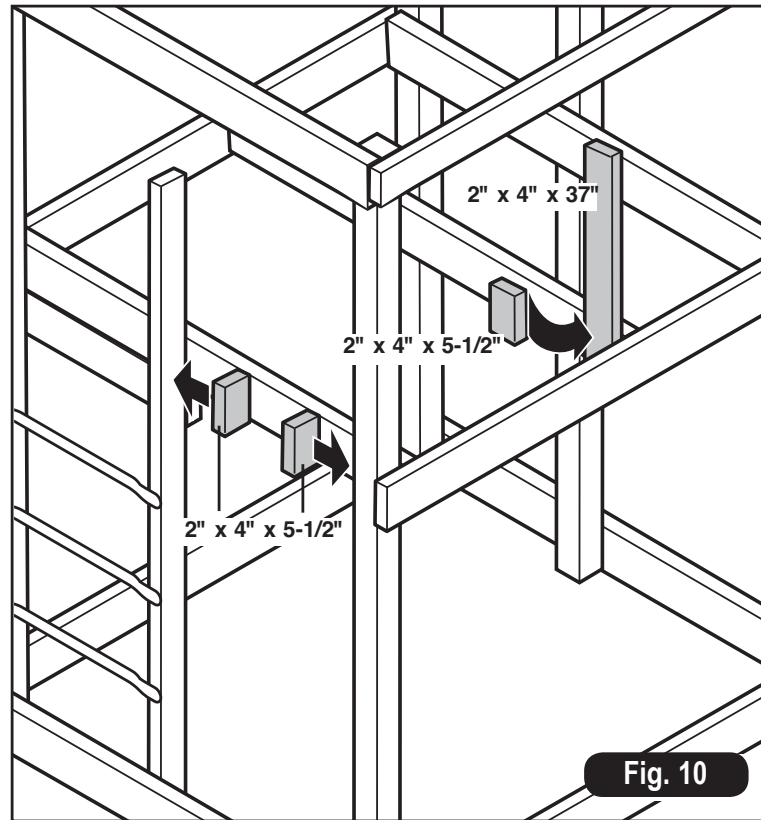

Fig. 10
1. Position two 2" x 4" x 5-1/2" blocks against the side of the 2" x 4" x 78" ladder support and the 4" x 4" frame post as indicated in Fig. 10. Attach the 2" x 4" x 5-1/2" block to the support and post using four 2-1/2" screws. **NOTE:** The tops of the 2" x 4" x 5-1/2" boards should be flush with the top of the corresponding 2" x 6" x 57" deck support.
2. Position the 2" x 4" x 37" board to the frame as indicated in Fig. 10. The bottom of the 2" x 4" x 37" should be flush with the bottom of the corresponding deck supports. Attach by driving two 2-1/2" screws through the 2" x 4" x 37" rail support into the inside 2" x 6" x 57" deck support. Secure by driving three evenly spaced 2-1/2" screws through the outside 2" x 6" x 57" deck support into the 2" x 4" x 37" rail support.
1. Posicionar dos bloques de 2" x 4" x 5-1/2" contra el lado del soporte de la escalera de 2" x 4" x 78" y el poste de la estructura de 4" x 4" como se indica en la Fig. 10. Unir el bloque de 2" x 4" x 5-1/2" al soporte y al poste utilizando cuatro 2-1/2" tornillos. **NOTA:** las partes superiores de los planos de 2" x 4" x 5-1/2" deben estar al ras con la parte superior del soporte de plataforma de 2" x 6" x 57" correspondiente.
2. Posicionar el plano de 2" x 4" x 37" en la estructura como se indica en la Fig. 10. La parte inferior de la madera de 2" x 4" x 37" debe estar al ras con la parte inferior de los soportes de la plataforma correspondientes. Unir clavando dos 2-1/2" tornillos a través del soporte del riel de 2" x 4" x 37" dentro de la parte interior del soporte para plataforma de 2" x 6" x 57". Asegurar clavando tres 2-1/2" tornillos distribuidos equidistantes a través de la parte externa del soporte para plataforma de 2" x 6" x 57" dentro del soporte de riel de 2" x 4" x 37".
1. Placer deux blocs de 2 po x 4 po x 5 1/2 po (50 mm x 100 mm x 140 mm) contre le côté du support de l'échelle de 2 po x 4 po x 78 po (50 mm x 100 mm x 1,99 m) et le poteau du cadre de 4 po x 4 po (100 mm x 100 mm) tel qu'indiqué à la fig. 10. Fixer le bloc de 2 po x 4 po x 5 1/2 po (50 mm x 100 mm x 140 mm) au support et le poteau à l'aide de quatre 2-1/2 po (51 mm) vis. **REMARQUE :** le dessus des planches de 2 po x 4 po x 5 1/2 po (50 mm x 100 mm x 140 mm) doit être aligné avec le dessus du support de plate-forme de 2 po x 6 po x 57 po (50 mm x 150 mm x 1,45 m) correspondant.
2. Placer la planche de 2 po x 4 po x 37 po (50 mm x 100 mm x 888 mm) au cadre tel qu'indiqué à la fig.10. Le bas de la pièce de 2 po x 4 po x 37 po (50 mm x 100 mm x 888 mm) doit être aligné avec le bas des supports de plate-forme correspondants. Fixer avec deux 2-1/2 po (76 mm) vis. à travers le support de rampe de 2 po x 4 po x 37 po (50 mm x 100 mm x 888 mm) à l'intérieur du support de plate-forme de 2 po x 6 po x 57 po (50 mm x 150 mm x 1,45 m). Fixer en place en enfonçant trois 2-1/2 po (51 mm) vis espacés uniformément à travers le support de plate-forme extérieure de 2 po x 6 po x 57 po (50 mm x 150 mm x 1,45 m) dans le support de rampe de 2 po x 4 po x 37 po (50 mm x 100 mm x 888 mm).